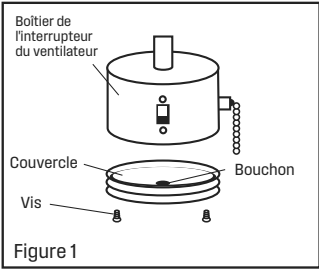
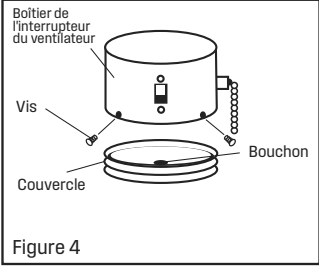

Figure 1
Figure 4
1. Retirer le couvercle du boîtier de l'interrupteur du ventilateur en dévissant les deux vis (Voir figure 1). Vous pouvez jeter ce couvercle ou le conserver pour usage futur.
1. Retirez le couvercle du boîtier d'interrupteur du ventilateur en dévissant les deux vis de montage inférieures (Figure 1) ou les trois vis de montage latérales (Figure 4).
2. Enlever le bouchon (figure 4) qui est au centre de ce couvercle en le dévissant ou le poussant vers l'extérieur. Vous pouvez jeter le bouchon.